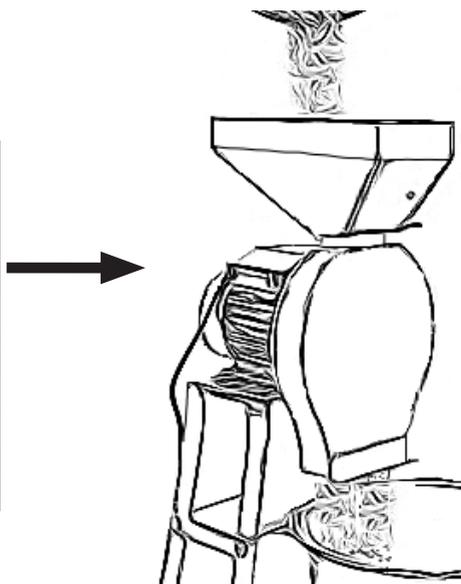

Fig. 7
- Llene la tolva (2) con una cantidad adecuada de croquetas o introduzca mazorcas de maíz secas en el inserto (4) una tras otra. (Fig. 7)